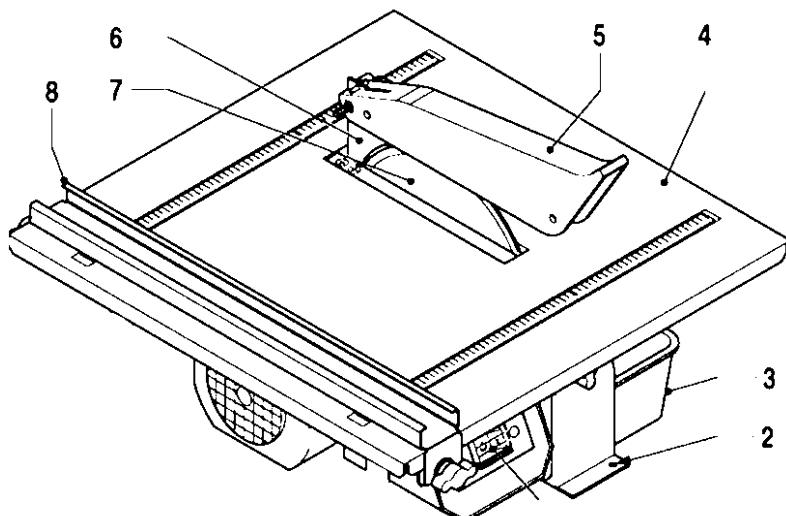

Рис. 1
- Для моделей с отдельными резиновыми опорными ножками: в специальные отверстия основания (2)(См. Рис.1) установить резиновые опоры.
- Для более надёжного соединения, рекомендуется через специальные отверстия в основании (2)(См. Рис.1), соединить плиткорез с поверхностью верстака (рабочего стола) болтовым соединением.
- Поддон (3)(См. Рис.1) наполнить водой до максимального уровня, нанесённого внутри поддона.
- Залейте воду в поддон (3)(См. Рис.1) до максимального уровня указанного на поддоне.
- Для включения плиткореза: нажмите кнопку зеленого цвета на выключателе (1)(См. Рис.1). Переведите ее в положение «ВКЛ» (ON).
- Для выключения плиткореза: нажмите кнопку красного цвета на выключателе (1). Переведите ее в положение «ВЫКЛ» (OFF).